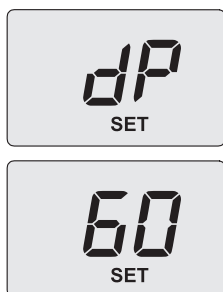

Figura 9.15
- Utilizzare i tasti 14 o 15, sul display LCD le lettere **dp** si alternano con il valore di temperatura dell'acqua di riscaldamento (es. **60**) e compare la scritta "**SET**", indicanti l'entrata nell'attivazione della "funzione spazzacamino" alla potenza massima in sanitario (Figura 9.15);